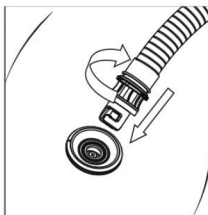

Figure 2
2. Installieren Sie das andere Ende des Schlauchs mit dem geeigneten Adapter des Airbags (Schritt 1 in Abbildung 2) und drehen Sie ihn im Uhrzeigersinn, um ihn festzuziehen. Setzen Sie dann das Aufblasventil des Airbags ein und drehen Sie ihn im Uhrzeigersinn, um ihn zu befestigen (Schritt 2 in Abbildung 2).
4. Stellen Sie den Einstellknopf (2) um, um den gewünschten Druckwert auszuwählen. Drücken Sie nach Abschluss der obigen Schritte den Netzschalter (3), um das Aufpumpen zu starten.